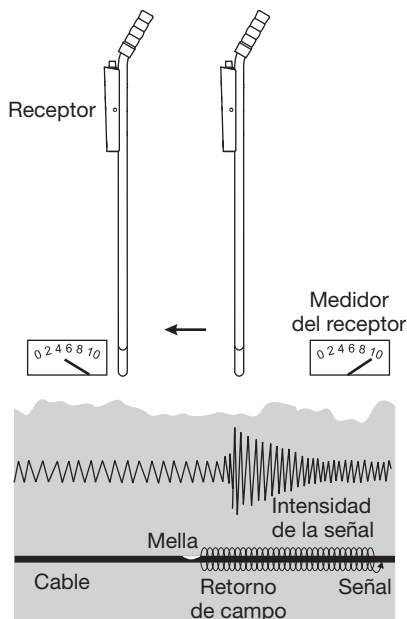

Figura 4 – Localización de la Mella del Cable
- Las mellas grandes en el cable pueden localizarse en prácticamente la misma forma en que se localizan roturas. Siga la anulación y la señal fuerte a lo largo de los lados del cable hasta que la señal cambie y sea muy débil a lo largo de los lados de la anulación. Esto ocurrirá dentro de una distancia relativamente corta. La señal transmitida se deriva a tierra por la mella y luego quiere regresar a la punta a tierra a lo largo del exterior del cable en sí. La mayoría de las señales se detendrán en la mella, lo cual es indicado por la baja lectura del receptor apenas más allá de la mella. (Consulte la Figura 4).